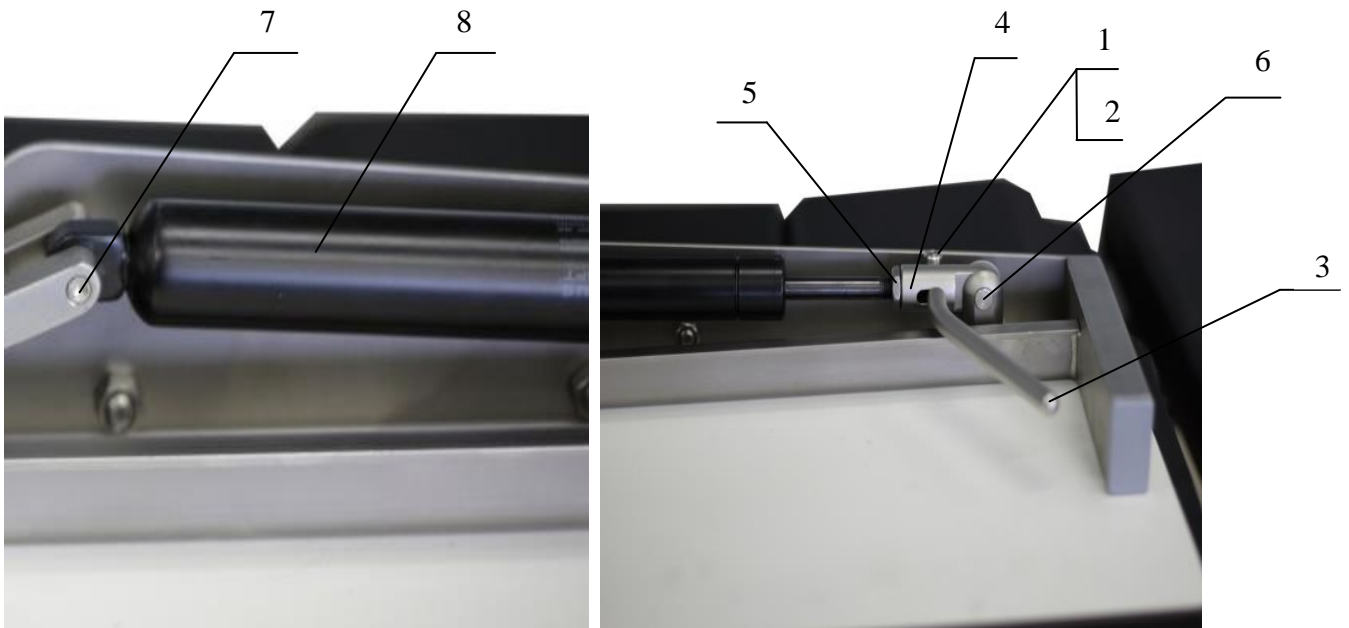

Рисунок 16 Замена газовых пружин панели стола.
12.4.1 Отверните винты 1 (Рисунок 16) и втулки 2.